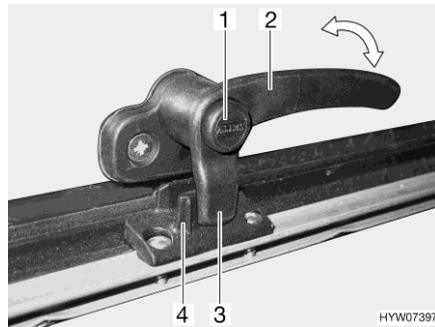
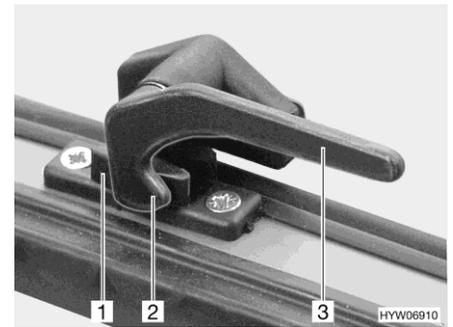

Bild 77 Verriegelungshebel mit Sicherungsknopf in Stellung "geschlossen"
Bild 78 Verriegelungshebel in Stellung "geschlossen"
- Wenn vorhanden, Sicherungsknopf (Bild 77,1) drücken und gedrückt halten.
- Den Verriegelungshebel (Bild 77,2 oder Bild 78,3) eine viertel Umdrehung zur Fenstermitte hin drehen.
- Den Verriegelungshebel (Bild 77,2 oder Bild 78,3) eine viertel Umdrehung zum Fensterrahmen hin drehen.
- Die Verriegelungsnase (Bild 77,3 oder Bild 78,2) am Verriegelungshebel liegt komplett auf der Innenseite der Fensterverriegelung (Bild 77,4 oder Bild 78,1).
- in Stellung "fest verschlossen" (Bild 77 und Bild 78)